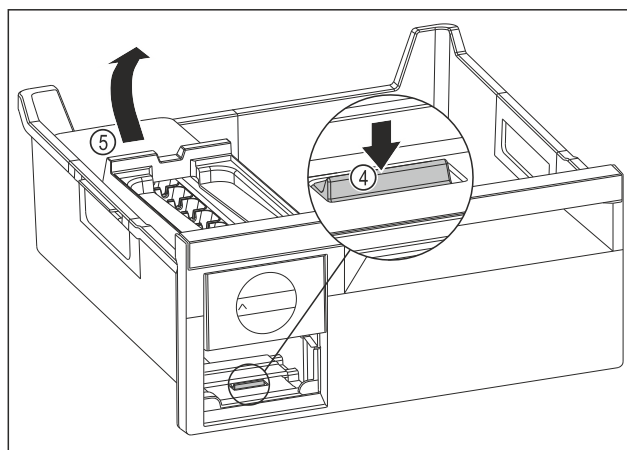

Fig. 86
- ▶ Vyjmutí korpusu EasyTwist-Ice: Lamelu Fig. 86 (4) zatlačte prstem směrem dolů a zároveň nadzvedněte druhou rukou korpus EasyTwist-Ice Fig. 86 (5) zezadu.